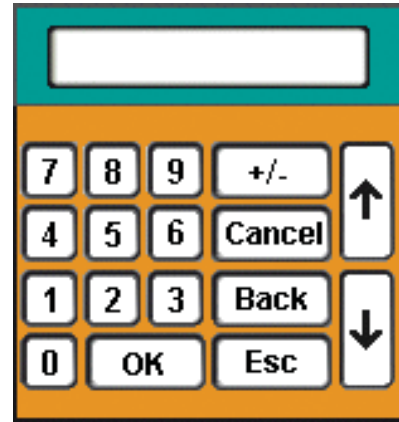

Abbildung 6.11: Tastatur
- b. Ändern Sie die Adressennummern, indem Sie die individuellen Zahlenfelder berühren. Ein Tastatur-Dialog, siehe Abbildung 6.11: Tastatur, wird jedes Mal aufgerufen, wenn Sie auf ein Feld zugreifen.